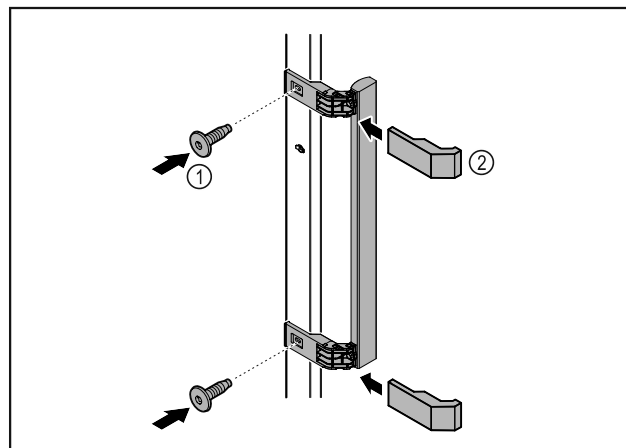

Fig. 50
- ▶ Szerelje fel az ajtóra a kilincset a csomagban található csavarok Fig. 50 (1) segítségével.
- ▶ Helyezze fel a fedelet Fig. 50 (2).